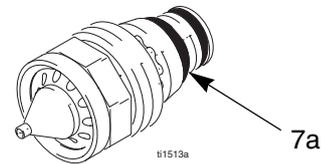

Fig. 21. Junta tórica conductora de la boquilla
6. Compruebe que los contactos metálicos (C) del cañón, del anillo de contacto de la boquilla (7a, FIG. 21.), y del contacto del electrodo (E) están limpios y no han sufrido daños.